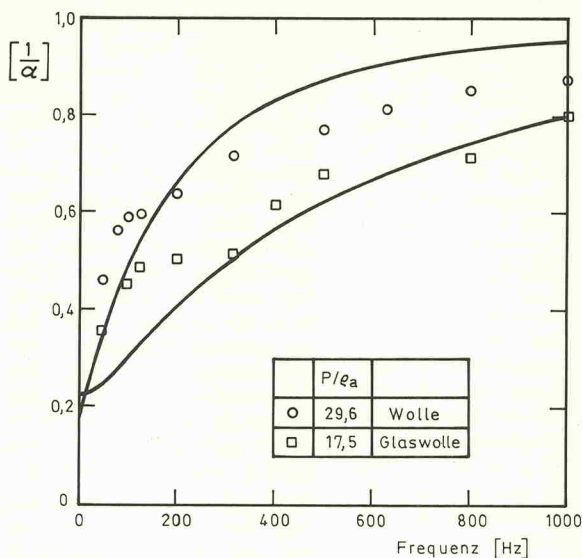

Bild 5. Schallgeschwindigkeit in Glaswolle und Schafwolle. Die durchgezogenen Linien repräsentieren die theoretisch erwarteten Ergebnisse.
Zusätzlich zu den obigen Erkenntnissen wurden vom Autor einige Versuche gemacht, die sich mit Glasfaserwolle und Naturwolle befaßten. Über die Schallmessungen hinaus wurden die Faserdurchmesser bestimmt, deren Einzelheiten in Tabelle 2 wiedergegeben sind, einschließlich der Werte des Strömungswiderstandes λ , welcher aus Gleichung (6) errechnet wurde. Vergleiche zwischen den theoretischen und experimentellen Ergebnissen sind in Abbildung 5 und 6 dargestellt.